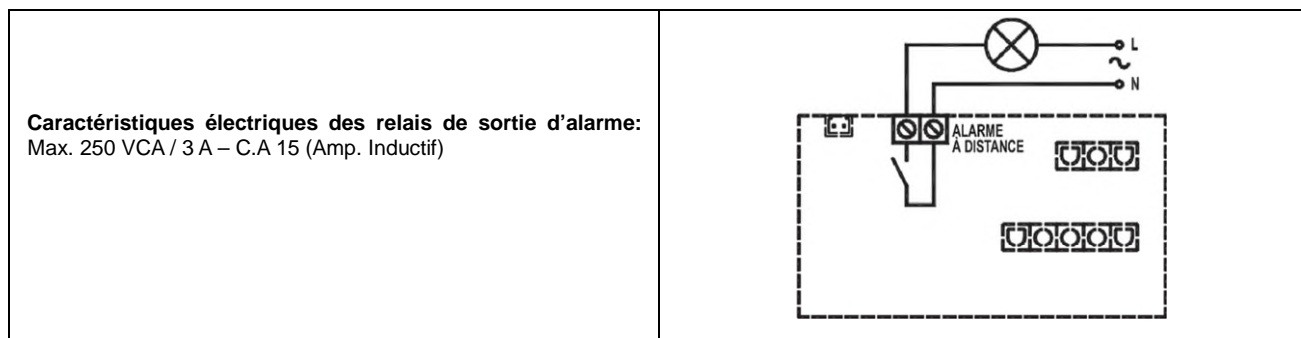

FIG. 2
3. Connecter le circuit d’alarme aux borniers (voir FIG. 2).